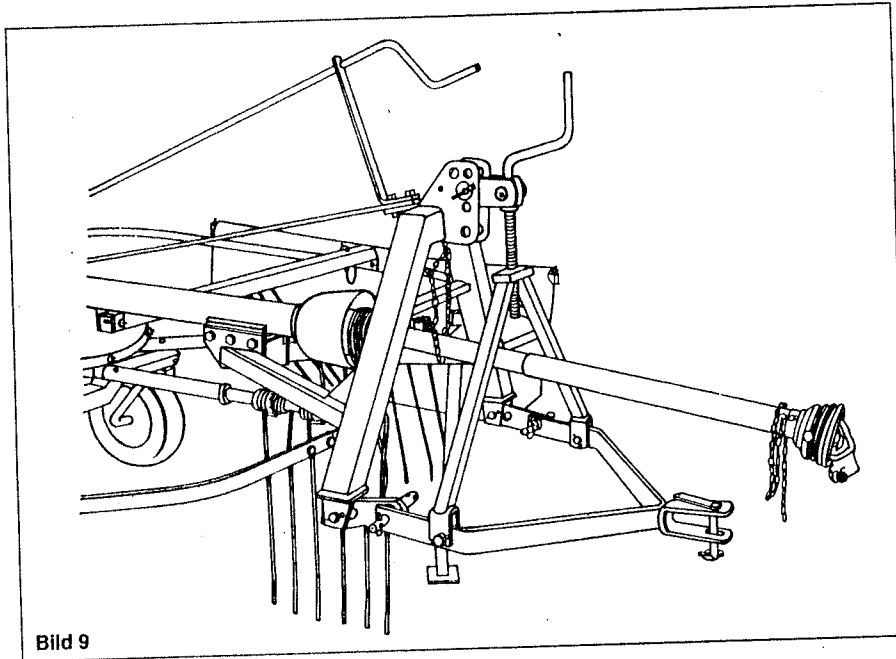

Bild 9
1. Die Anhängedeichsel zusammen mit einer längeren Gelenkwelle ermöglicht das Anhängen der Dreipunktmaschine an die Ackerschleife des Schleppers (Bild 9).